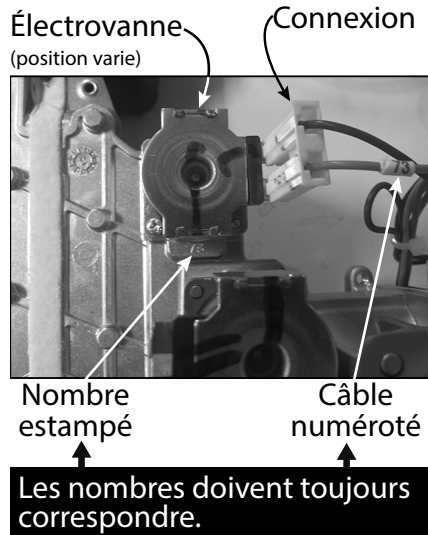

Figure 68
- Chacun des faisceaux de câbles possède une étiquette numérotée et un nombre correspondant est estampé sur chacune des électrovannes. Lors de l'installation, faites correspondre le nombre imprimé sur l'étiquette avec le nombre estampé sur l'électrovanne, voir Figure 68.